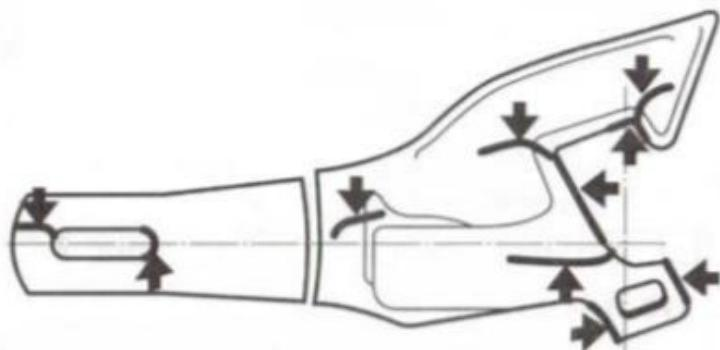

Рис. 1. Износы и повреждения в корпусе автосцепки
- Трешины в корпусе автосцепки в указанных на (рис.1) местах не допускаются.